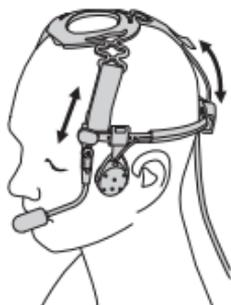

Рис. 2: Ношение височной гарнитуры для работы в тяжелых условиях
1. Наденьте височную гарнитуру для работы в тяжелых условиях, как показано на Рис. 2.